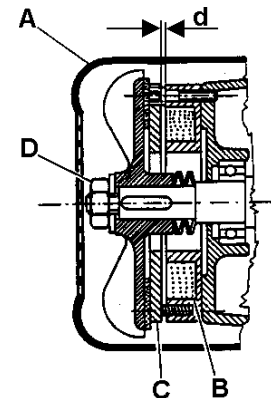

Fig. 5
7.2 ADJUSTING THE MOTOR BRAKE (Fig.5)